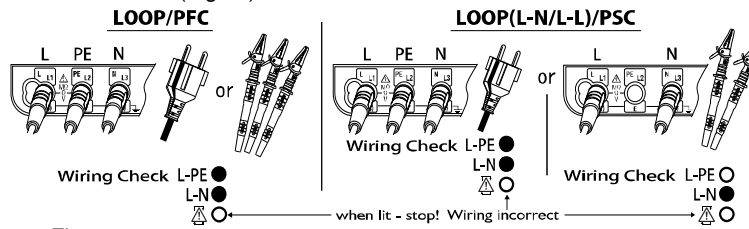

Fig.29
(1) Druk op de Aan/Uit-schakelaar om het toestel aan te schakelen. Draai de functieschakelaar in de gewenste positie: LOOP of PSC/PFC.
(2) Verbind het meetsnoer met het instrument. (Fig.29)
Na aansluiting controleren of de symbolen voor bedradingscontrole op het scherm overeenkomen met de status zoals op Fig.29 alvorens de testknop in te drukken.
Als de status van de symbolen verschilt van deze in Fig.29 of als het  symbol wordt weergegeven, STOP DAN DE TEST; DE BEDRADING IS NIET CORRECT. De fout moet opgespoord en rechtgezet worden.